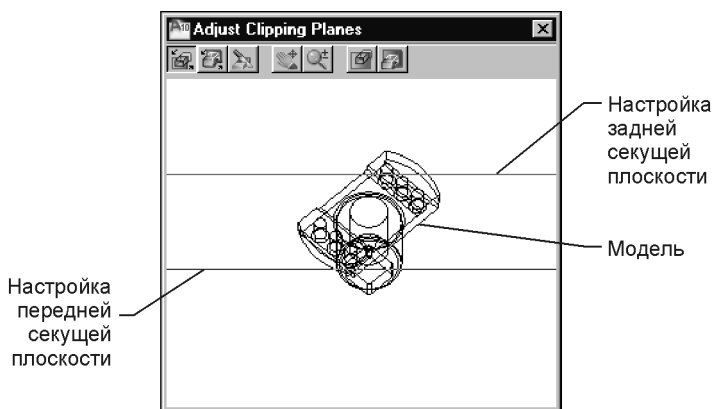

Рис. 8.4. Диалоговое окно **Adjust Clipping Planes**
Для визуального просмотра тех частей модели, которые закрыты объектами переднего плана, а также ее внутренних полостей, можно провести виртуальную переднюю и заднюю секущие плоскости, позволяющие просмотреть эти части конструкции. Настройка секущих плоскостей выполняется в диалоговом окне **Adjust Clipping Planes** (Регулировка плоскостей подрезки) (рис. 8.4), а если закрыть это окно, то программа переходит в зависимый орбитальный режим, который позволяет поворачивать модель относительно настроенных виртуальных секущих плоскостей.
1. Введите с клавиатуры команду **3DCLIP** (3DCEКПЛ), чтобы вызвать диалоговое окно **Adjust Clipping Planes** (Регулировка плоскостей подрезки) (рис. 8.4).